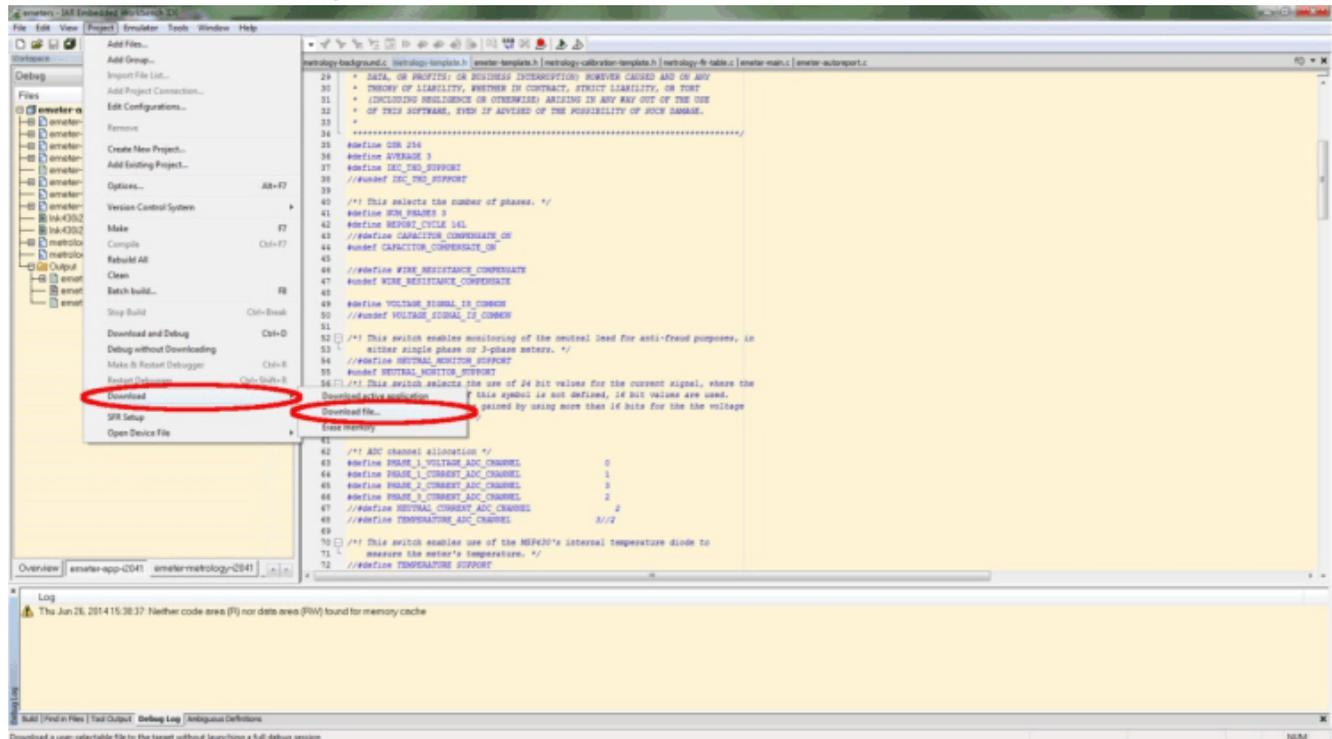

图 9-12. 下载可执行文件
2. 然后从菜单中选择“Project”→“Download”→“Download File...”，如图 9-12 所示。